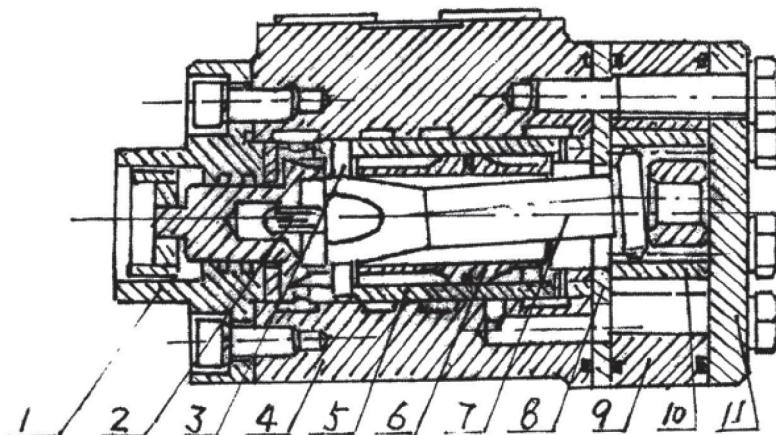

Рис. 11. Схема гидравлического рулевого механизма.
- Структура гидравлического рулевого механизма показана в Рис. 11. Ротационный клапан сервопривода, состоит из клапана (7), втулки клапана (6) и корпуса клапана (5), контролирует направление потока гидравлического масла. Статор (9) и ротор (10) составляют пару циклоидального зубчатого зацепления, которое функционирует как клапан управления потоком, который перегоняет гидравлическое масло в управляющий цилиндр, который непосредственно связан с углом поворота рулевого колеса. Сцепление стержня (8) передает врачающий момент.